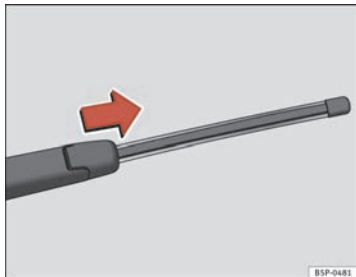

Abb. 150 Heckwischerblatt abnehmen
- Klappen Sie den Scheibenwischerarm von der Heckscheibe weg ⇒ Abb. 150.
- Verschieben den Adapter des Wischerblatts in Richtung des Pfeils und nehmen Sie das Wischerblatt ab ⇒ Abb. 150.